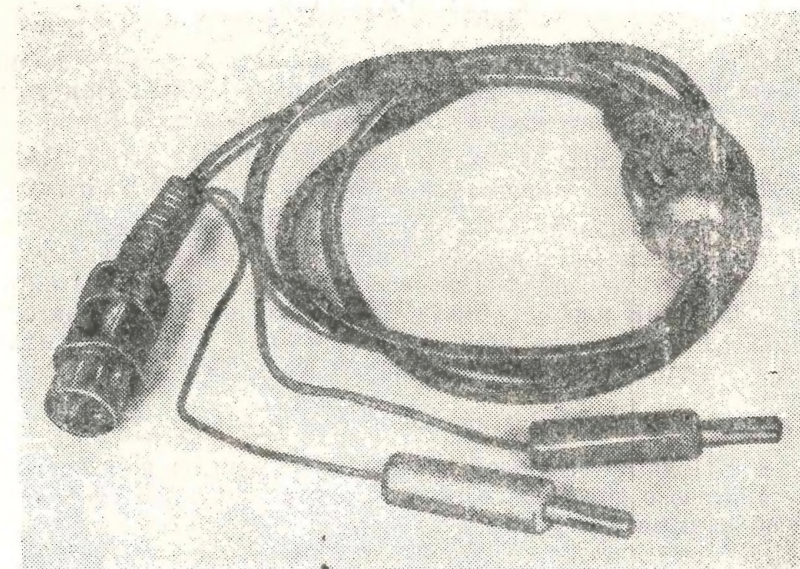

Рис. 3.
5.7. Выходное напряжение с генератора на проверяемое устройство подается с помощью соединительного шнура (рис. 3). Схема распайки соединительного шнура приведена на рис. 4.